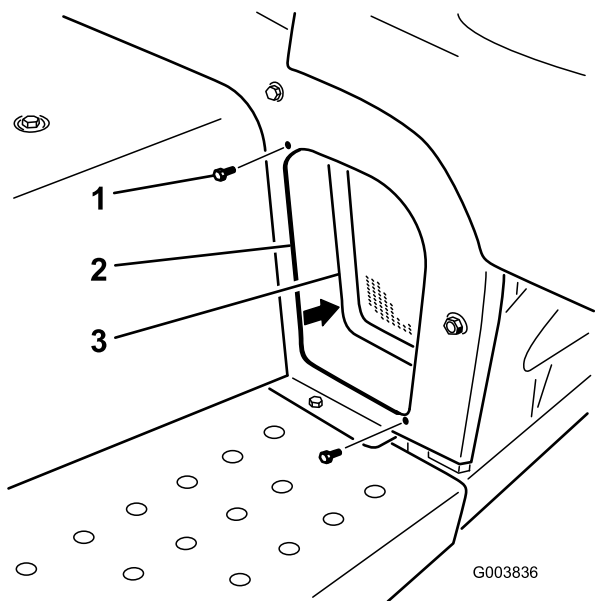

図 6
5. 左前スクリーンをフレームに固定しているフランジヘッドねじ (2本) を外す (図 6)。スクリーンと金具類を外して保管する。